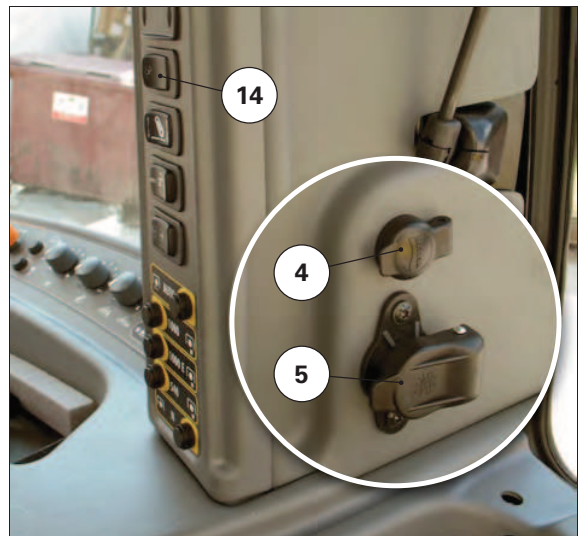

Fig. 33.
- (1) (15/30) Permanente de +12 V o controlado mediante el interruptor (3) *fig. 33* protegido por el fusible F52 (40 A)
- (2) (82) Contacto de +12 V ON protegido mediante el fusible F60 (10 A)
- (3) (31) - Tierra
- (1) (15/30) Permanente de +12 V o controlado mediante el interruptor (3) *fig. 33* protegido por los fusibles F52 (15 A) y F8 (30 A)
- (2) (82) Contacto de +12 V ON protegido mediante el fusible F14 (10 A)